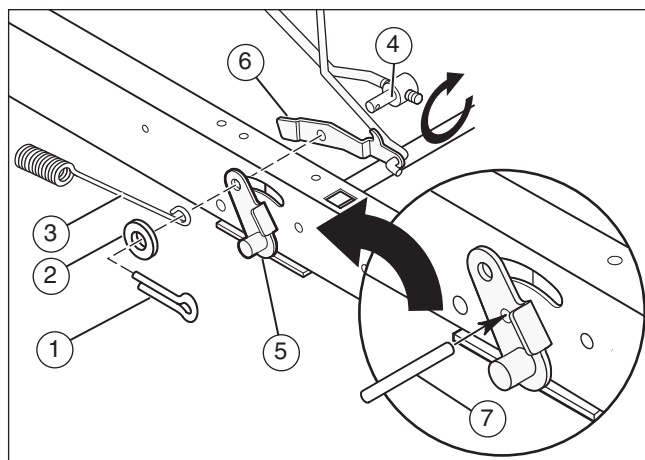

Figure 11
2. Enlever la goupille fendue (1), la rondelle (2), et le ressort du frein (3) de l'écrou de réglage (4) (**Figure 11**).
3. Retirer l'écrou de réglage du bloc de manette de frein à main (5) et de la manette de frein de stationnement (6).
5. Tirer la tringle d'embrayage vers l'avant jusqu'à ce qu'elle soit bien serrée. Visser l'écrou de réglage (4) jusqu'à ce que l'écrou aille bien dans le trou de la manette de frein à main.
7. Retirer la goupille ou boulon de 6 mm (7).